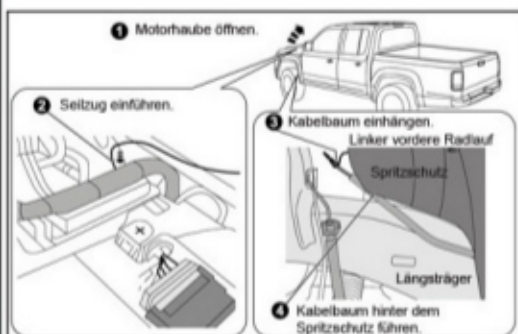

Abbildung 5
Öffnen und sichern Sie die Motorhaube. Führen Sie ein Seilzug nach unten durch den Motorraum in der hinteren linken Ecke, wo die innere linken vorderen Viertel Panel die Feuerschutzwand treffen, wie gezeigt. Aus dem Inneren des linken vorderen Radlaufs, befestigen Sie das Ende des Kabelbaums mit dem Seilzug. Zwei (2) Personen, eine Person schiebt das Kabelbaum und die zweite Person, die Seilzug bis zum Gurt an der Spitze des Motorraums zieht. Stellen Sie sicher, dass der Gurt hinter dem Spritzschutz im Radkasten positioniert ist. Entfernen Sie den Seilzug. (siehe Abbildung 5). **WICHTIG:** Die Verdrahtung muss gegen die Feuerschutzwand positioniert werden und vermeiden Sie den Kontakt zu allen Rohren oder andere Leitungen unter Spannung.